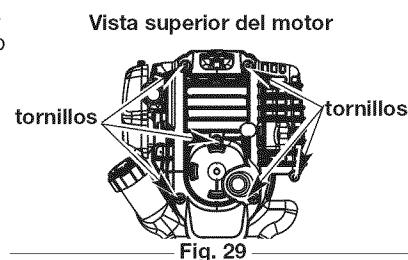

Fig. 29
1. Quite los dos (6) Tornillos de encima de la tapa del motor con un destornillador de pala o Torx #25 (Fig. 29).
4. Saque la cubierta del motor (Fig. 29).
1. Apague el motor y espere que se enfrie. Retire los seis (6) tornillos de la parte posterior de la tapa del motor con destornillador de cabeza plana o Torx No. T-25 (Fig. 29).